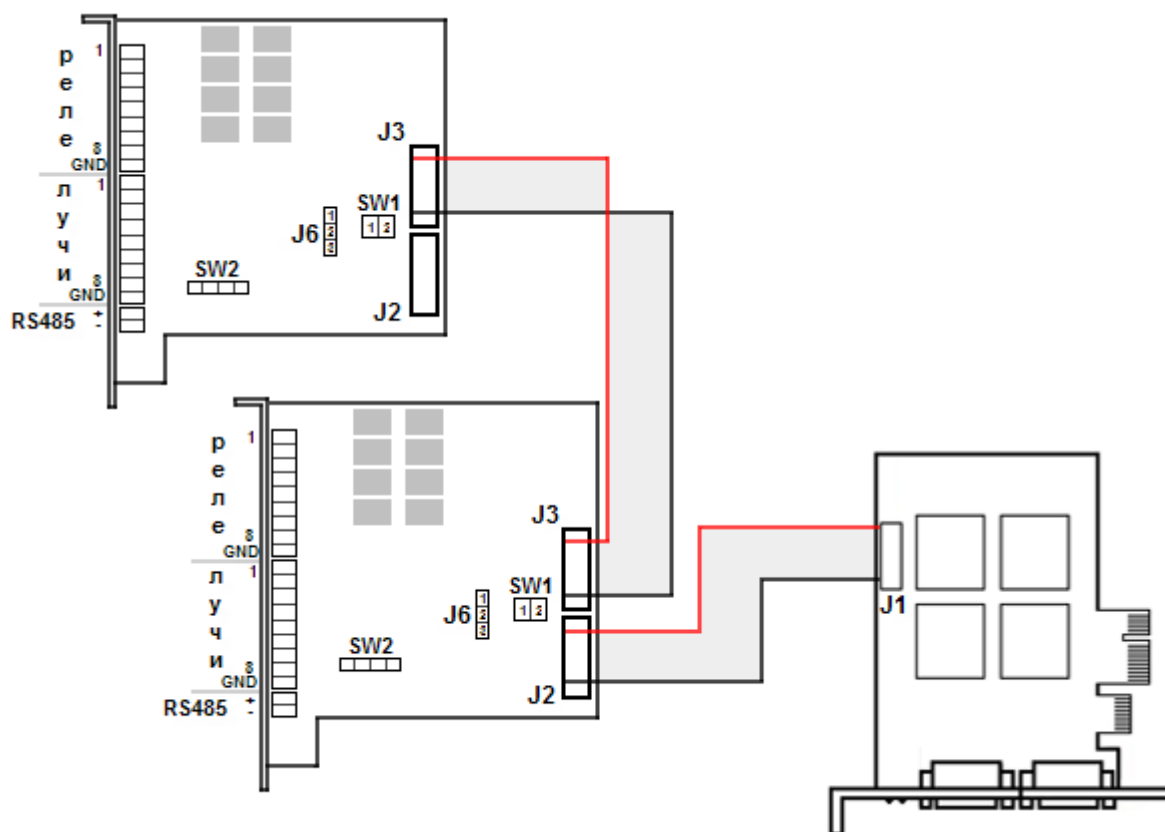

Рис. 2.4—25 Схема подключения плат «лучи-реле» к плате Stretch VRC6416
4. Подключить плату «лучи-реле» к плате видеоввода с помощью шлейфа, входящего в комплект поставки. Шлейф подсоединяется к разъему J1 и J2 (см. Рис. 2.4—25 и раздел «Приложение 5. Схема разъемов плат видеоввода»).
5. При необходимости подключить вторую плату «лучи-реле». Для этого следует подсоединить шлейф к разъему J3 на первой и второй плате «лучи-реле» (Рис. 2.4—25).
7. Подключить лучи и реле в соответствии с разводкой внешнего разъема платы «лучи-реле» (Рис. 2.4—25).